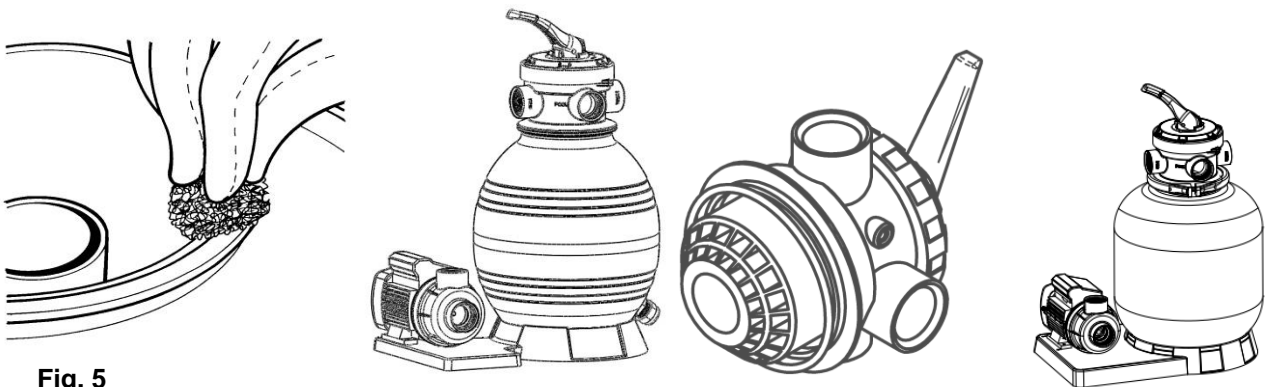

Fig. 5
- Retirer l'entonnoir et nettoyer minutieusement le bord de l'ouverture du réservoir pour éliminer les résidus de sable. Pour faciliter la mise en service, il est recommandé de remplir le réservoir du filtre à sable d'eau jusqu'aux $\frac{3}{4}$. Monter alors la vanne 4 voies et le joint de filtre (joint torique, Fig. 5). Le raccordement a lieu avec une bague de serrage. La bague de serrage est vissée avec une vis et un écrou pour bagues de serrage.